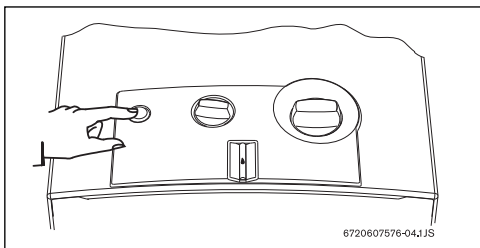

Fig. 5
- ▶ Para tal basta ligar o interruptor (Fig. 5). Após este procedimento, sempre que abrir uma torneira de água quente dar-se-á de forma automática a ignição, acendendo-se primeiro o queimador piloto, e cerca de quatro segundos depois o queimador principal, extinguindo-se a chama do primeiro após algum tempo.